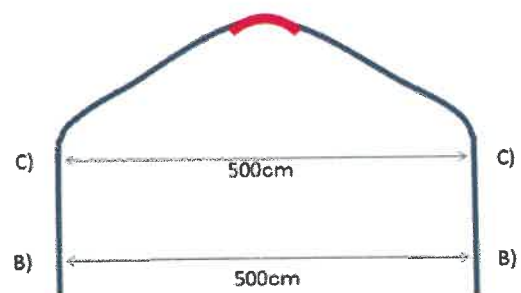

図24 メインアーチパイプの事前確認
- メインアーチパイプを地面に置き、外ジョイントで連結し、B)~B)間とC)~C)間が500cmになっていることを確認します (図24)。